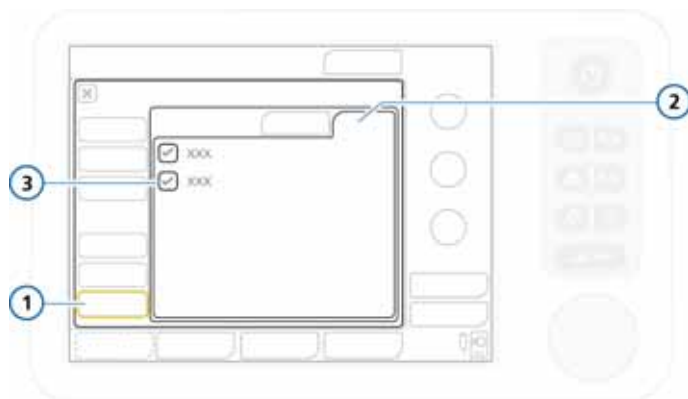

Рисунок J-14. Включение панели опций SpO2
1. Откройте окно «Конфигурация» и коснитесь кнопки «Options», а затем – вкладки «HW options» (см. рис. J-14).